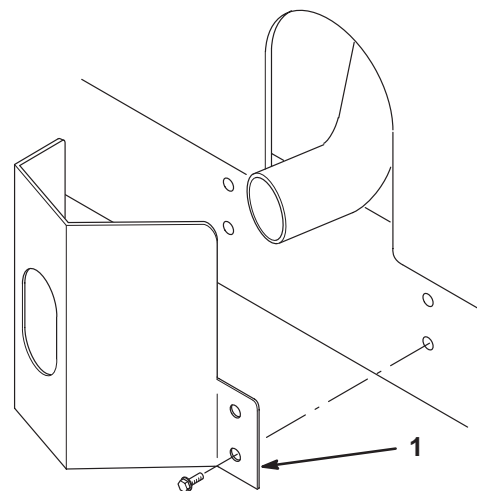

図 9
1. マフラー部の取り付け穴にガードを合わせる（図9）。
2. セルフタップ・ネジ4本で固定する（図9）。